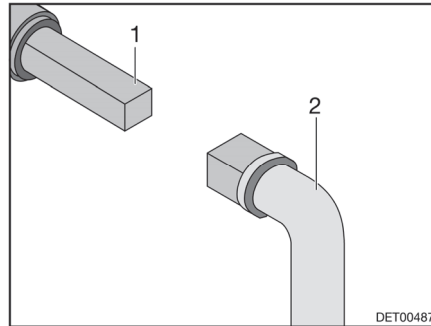

Fig. 111 Manejo del grifo para la eliminación de aguas residuales
- Insertar la llave (Fig. 111,2) en el cuadrado (Fig. 111,1).